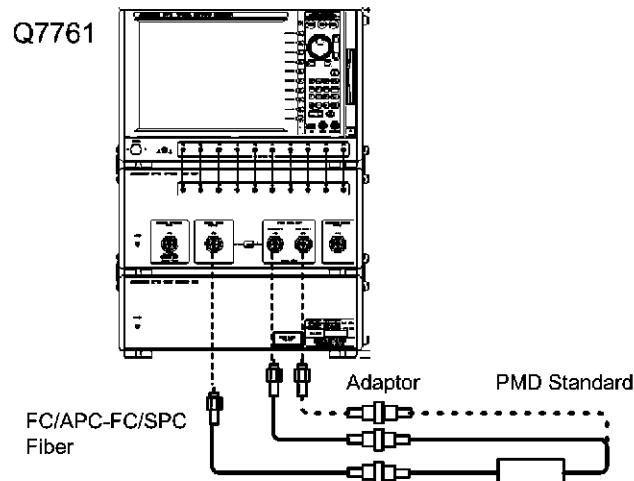

図 2-18 偏波モード分散測定確度試験接続図 2
12. PMD ノーマライズが完了したら、PMD 基準器を図 2-18 のように接続し、SINGLE 測定を行います。